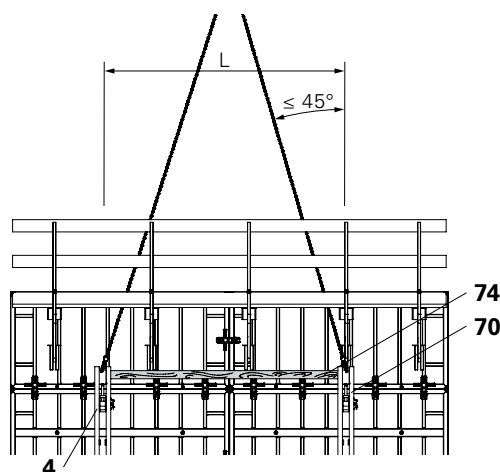

Fig. C1.15
Per evitare che la deviazione della forza durante il sollevamento con imbracatura a funi provochi una convergenza dei correnti verticali, è necessario posizionare un travetto squadrato (74) come traversa di compressione tra le estremità superiori dei correnti verticali (70). (Fig. C1.15)